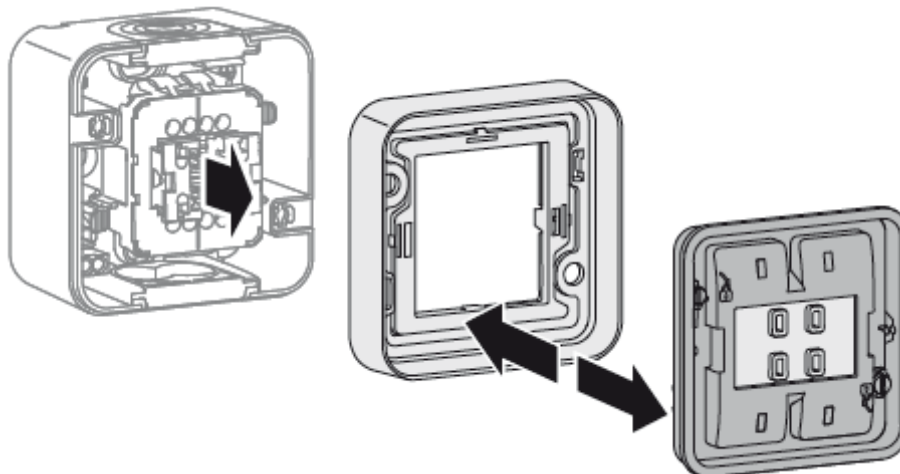

Bild 3
- Dichtung (2) vom Rahmen trennen (Bild 3).
- ❗ Der Rahmen wird gegen den beleuchtbaren Rahmen (3) ausgetauscht und nicht mehr benötigt.